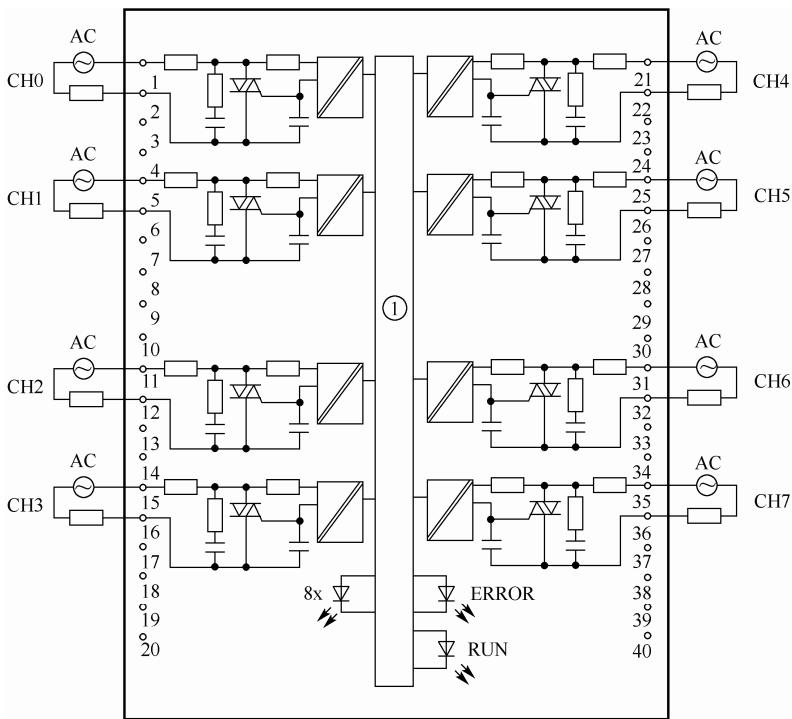

图 2-17 晶闸管输出的数字量模块（6ES7522-5FF00-0AB0）的接线
② 晶闸管输出（可控硅）接交流负载，响应速度较快，应用较少；晶闸管输出的数字量模块（6ES7522-5FF00-0AB0）的接线如图 2-17 所示，有 8 个点输出，每个点为单组一组，输出信号为交流信号，即负载电源只能是交流电。